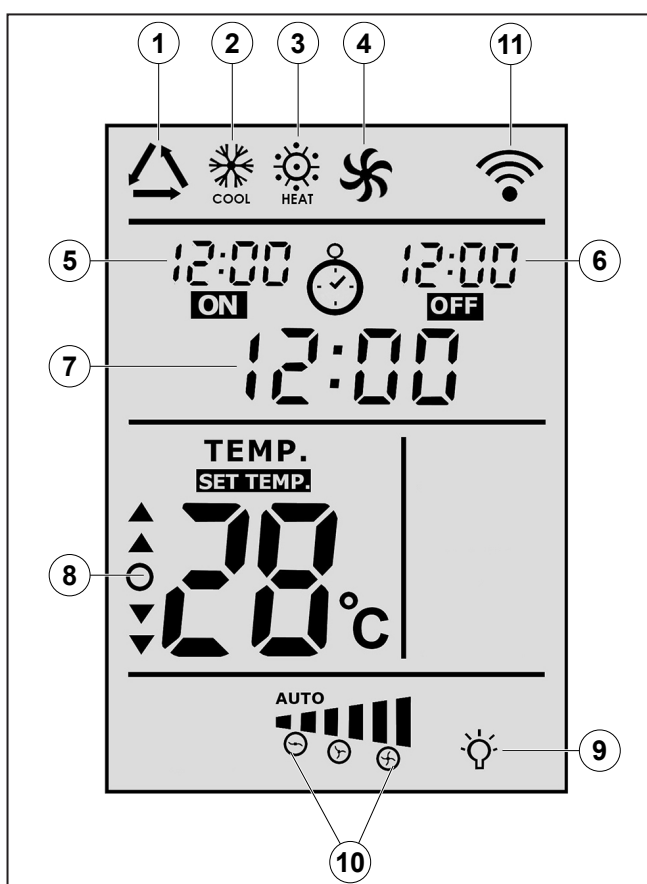

Fig. 4
1. **Display** (per i dettagli vedere "Fig. 4")